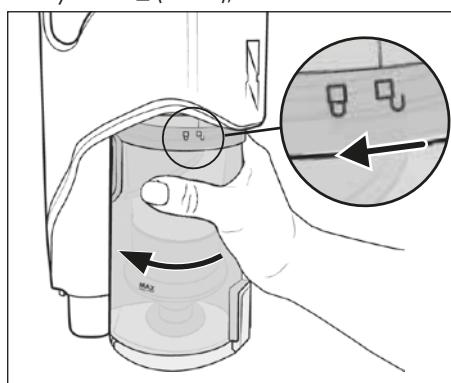

Abb. 16
- 1) Um den Staubbehälter 7 vom Gerät zu entfernen, drehen Sie ihn in Richtung des Symbols  (öffnen), bis er sich vom Gerät lösen lässt (siehe Abb. 16).